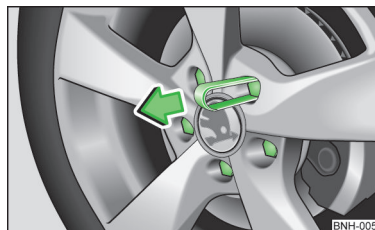

Fig. 128
- Retire la caperuza protectora en el sentido de la flecha » fig. 128.